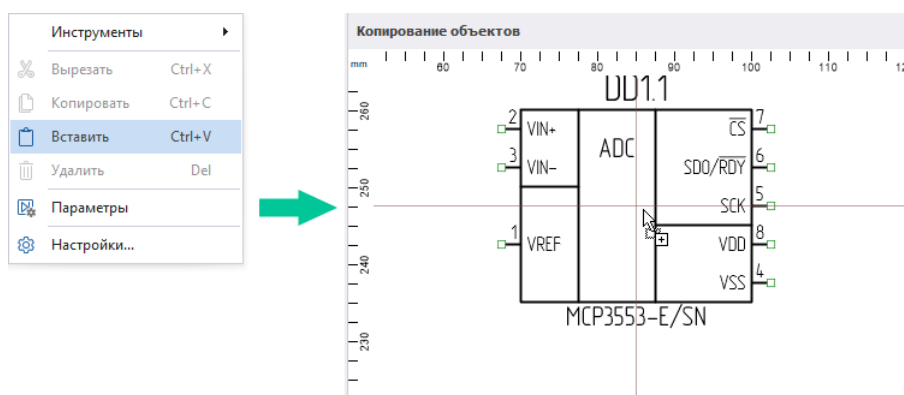

Рис. 204 Инструменты «Вставить» для объектов
3. Вставить объекты с помощью пункта «Вставить» контекстного меню, либо воспользоваться сочетанием клавиш «Ctrl+V». Объекты будут вставлены, см. Рис. 204.